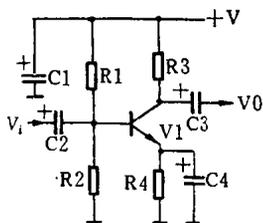

图1-5
(1) 放大器电路检查 如图1-5所示是一个共发射极放大器电路，假设故障为无声，问题就出在这一放大器电路中。此时先测量V1集电极电压 $V_c$ ，如果手中有该电路的标准电压数据，当 $V_c$ 值正常时便可以说明整个电路直流工作正常，而对于收音无声故障而言唯一的可能性是C2、C3开路。若 $V_c = 0V$ ，再测量C1正极电压，若也为0V，可断开C1后再测量电压，也为0V说明+V电压供给电路出了问题。若不为0V